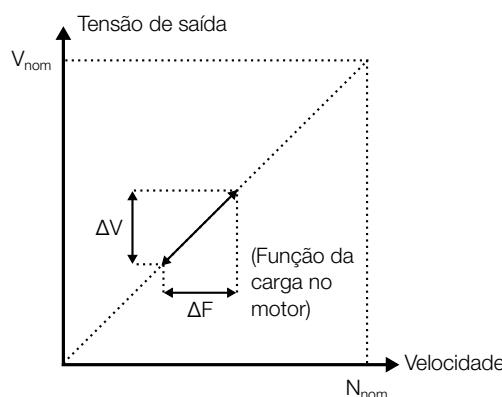

Figura 5.13: Curva V/F com compensação de escorregamento
- No modo vetorial (encoder ou sensorless) o parâmetro P0138 tem a função descrita na Figura 5.13 na página 5-20 .